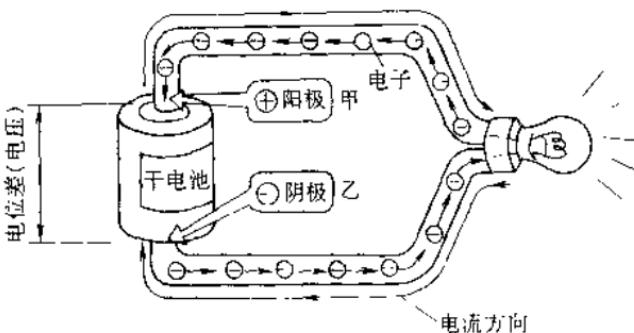

图 3 电流和电压
②电压 为了衡量驱使电流在一定的路径中流动从而做功的能力，引出了电压这个概念。使单位正电荷从电路中的某一点（如图 3 中甲处）流向另一点（如图 3 中乙处）所做的功，就称为这两点间的电压或是这两点间的电位之差（简称电位差）。
电位有高、低之分，或者说电压有方向。图 3 所示是使单位正电荷从甲处经灯泡流向乙处，其甲处的电位就高于乙处的电位，或者说甲、乙两点间电压的方向是从甲到乙。有时我们也说，甲点为正电位或者乙点为负电位，这是指把某一点的电位看作为零（例如后面所说的接地点电位为零），若另一点的电位比它高，就是正电位，否则就是负电位。